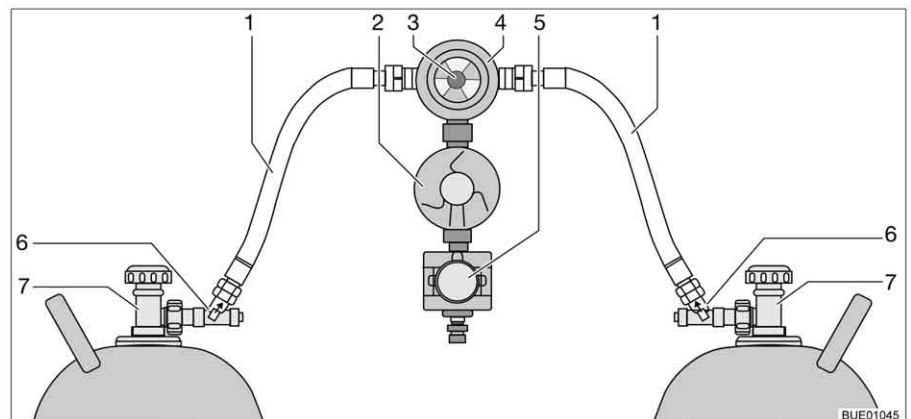

Bild 165 Crash-Protection-Unit-omkopplingsenhet
Crash-Protection-Unit består av två genomflödesbegränsare med manuell frigöring (Bild 165,6), en omkopplingsventil (Bild 165,4) med tryckregulator (Bild 165,2), en elventil (Bild 165,5) och kontrollenheten med trefärgad lysdiod. Omkopplingsventilen är monterad mellan de båda gasslangarna (Bild 165,1).
Med vredet (Bild 165,3) på omkopplingsventilen ställer du in vilken gasflaska som ska användas som driftflaska och vilken som ska användas som reservflaska.
Med kontrollenheten (Bild 166) kan endast de elektriska funktionerna styras. Gasflaskornas huvudavstängningsventiler (Bild 165,7) och frigöringarna (Bild 165,6) måste öppnas för hand.
- Öppna huvudavstängningsventilerna på gasflaskorna (Bild 165,7).
- Tryck in frigöringarna (Bild 165,6) i tio sekunder efter varandra.
- Med vredet (Bild 165,3) på omkopplingsventilen (Bild 165,4) väljs gasflaskan, som ska prioriteras (driftflaska).
- Stäng huvudavstängningsventilerna på gasflaskorna (Bild 165,7).